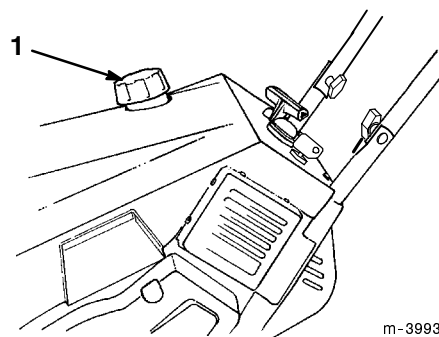

Figure 5
1. Nettoyez la surface autour du bouchon du réservoir de carburant (Fig. 5).